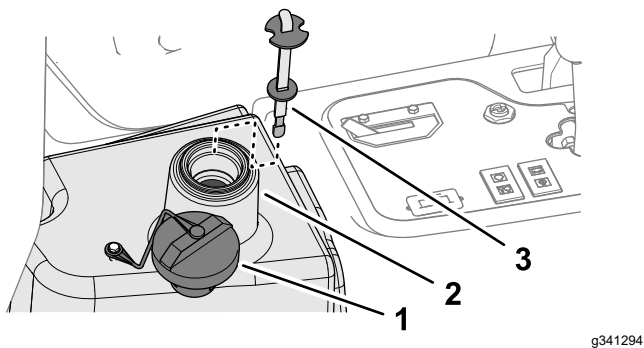

图 95
4. 向液压油箱图 95 注入约 22.7L 液压油请参阅 液压油规格 (页码 50)。